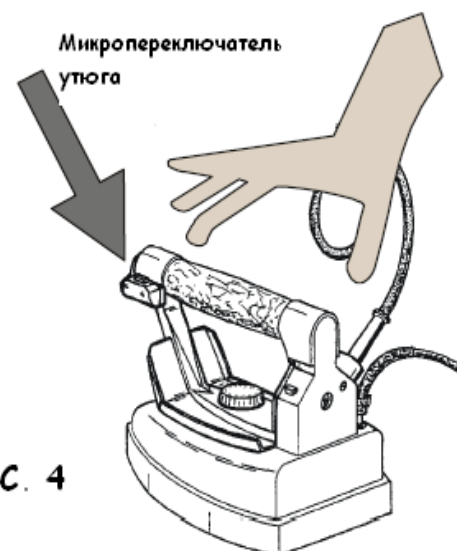

РИС. 4
5. Нажмите 3-4 раза на красную кнопку микропереключателя на утюге (рис.4), так что пар начал выходить: данная операция должна осуществляться для разогрева труб внутри утюга. Таким образом вы предотвращаете возникновение мелких капель конденсата внутри утюга. Регулировка пара обеспечивается поворотом по часовой или против вентиля электроклапана(рис.2).
1. переместите утюг на одежду, нажав микропереключатель для пара на утюге (рис.4). А для наилучшего результата, переключите термостат утюга в положение